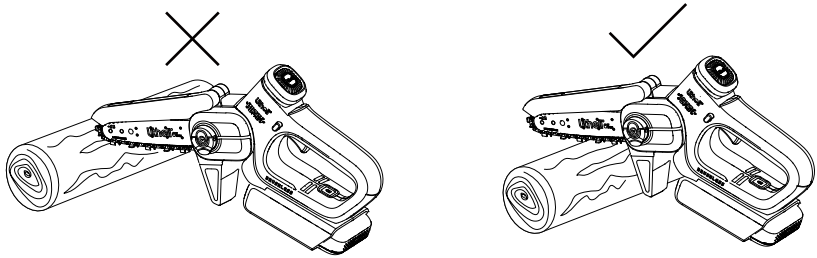

Abb. 16
5. Verwenden Sie die Bumper Spikes als Hebelpunkt beim Schneiden. (Siehe Abb. 16)